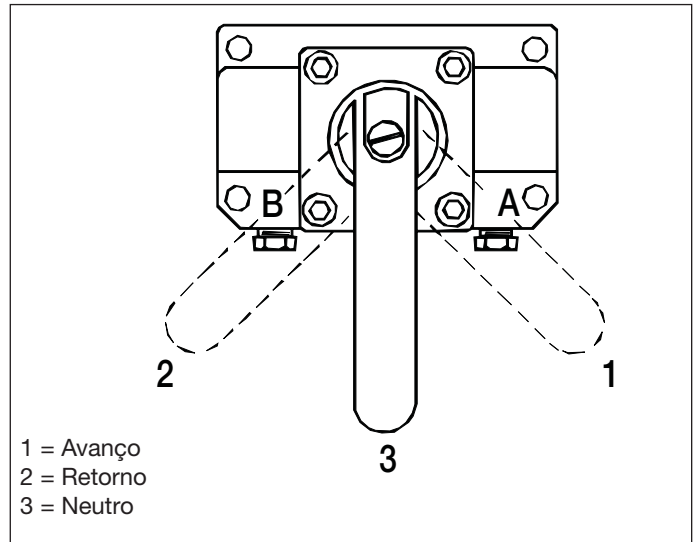
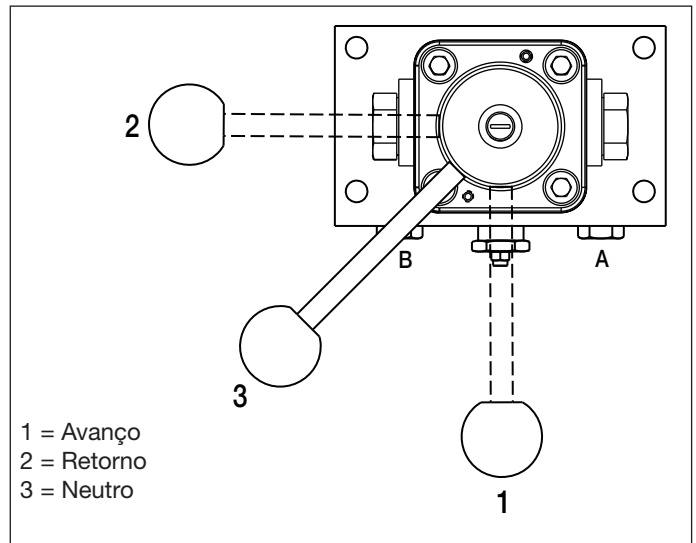

Figura 11, Posições da Alavanca das Válvulas, VM33, VM33L, VM43, VM43
Figura 12, Posição da Alavanca das Válvulas, VM33M, VM43M
4. Gire a alavanca de controle da válvula para a posição neutro (“3”). Ver figura 11 para a posição das válvulas VM33 e VM43. Ver figura 12 para as posições das válvulas VM33M e VM43M.
4. Gire a alavanca de controle da válvula para a posição neutro (“3”). Ver figura 11 para a posição das válvulas.